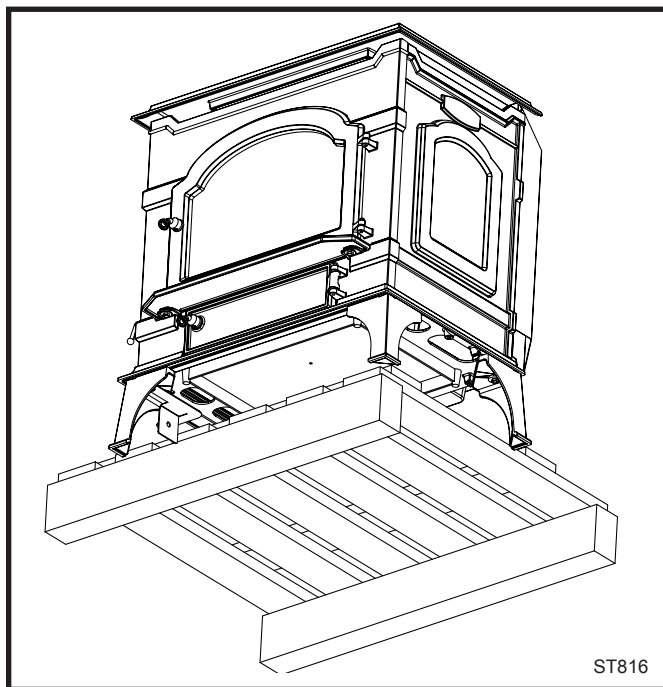

Fig. 26 Tournez le poêle de façon à pouvoir installer une patte arrière.
4. Dans le sac de ferrures, sortez les quatre pattes, le support de poignée de porte (pour cette patte seulement, le support de poignée est utilisé avec une rondelle), les (4) boulons de patte 3/8-16 x 1 po et quatre (4) rondelles.
7. Tournez le poêle pour installer la patte arrière gauche du poêle. Fixez la patte en observant la procédure décrite à l'étape 6 (fig. 26).
9. Retirez les quatre (4) boulons à tête hexagonale 1/4-20 x 3/8 po des bossages de montage et fixez l'écran thermique en utilisant les mêmes boulons.